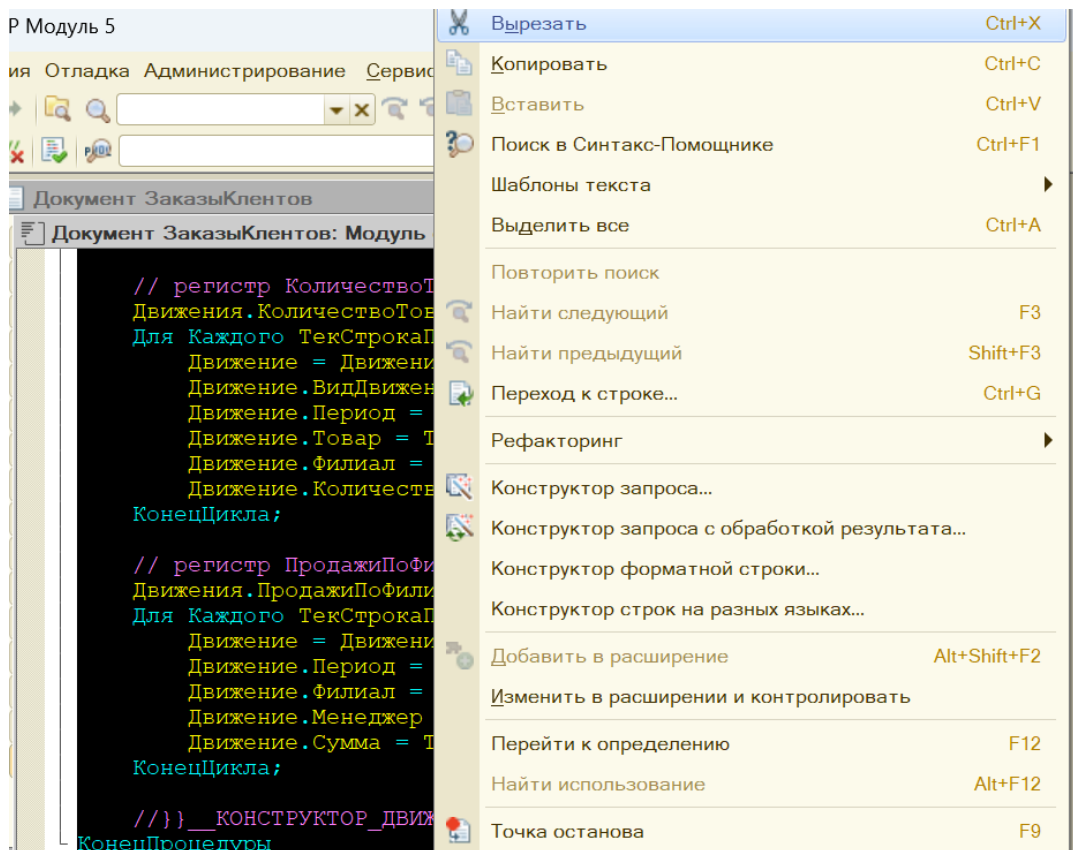

Рис. 5.6. Модуль объекта документа «ЗаказКлиента»
6. В модуле объекта удалите процедуру обработки проведения документа. Модуль объекта доступен после нажатия на соответствующую кнопку на вкладке «Прочие». Создание документа на этом завершено. (рис. 5.6)